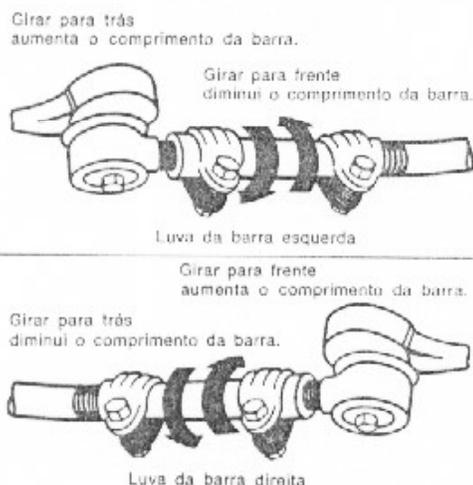

fig. 5 — ajuste das barras de direção
2. Ajustar a Convergência. Se os raios do volante estiverem na posição correta, encurtar ou alongar igualmente as duas barras de ligação da direção, para obter a Convergência correta. Se os raios do volante não estiverem na posição normal, efetuar os ajustes necessários nas barras, para obter a Convergência e a posição dos raios corretos (figs. 5 e 6).